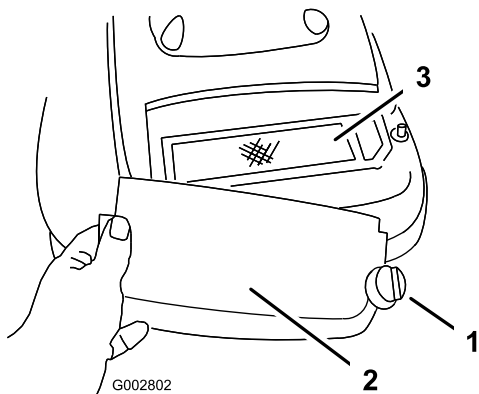

Figura 26
3. Desenrosque el tornillo que sujeta la tapa del limpiador de aire (Figura 26).
4. Retire la tapa y límpiela a fondo (Figura 26).